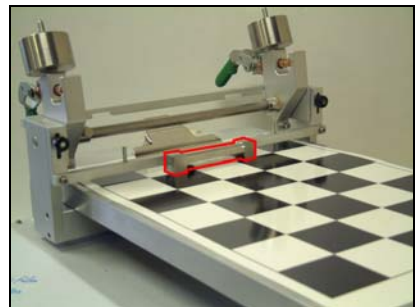

Bild 11. Aufziehwerkzeug in Position auf dem Substrat
4. Positionieren Sie das Aufziehwerkzeug vor der Schiebeleiste auf dem Substrat (Bild 11).